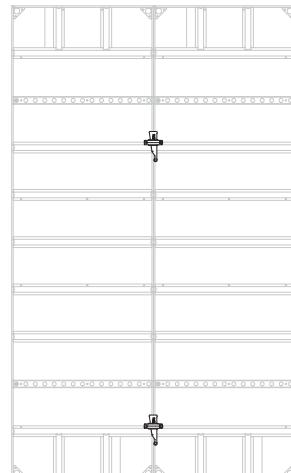

Fig. A5.01a
$H = 2,50 \text{ m}$: 2 unid. Cerrojo con cuña (20) (Fig. A5.01a)